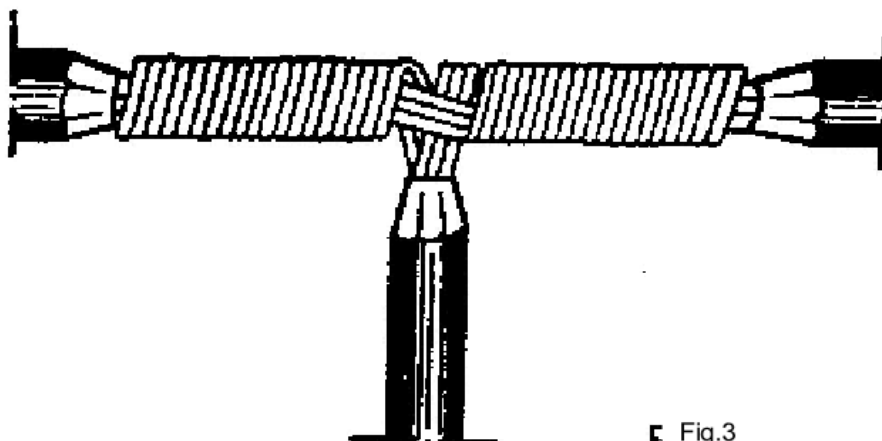

Fig.3
- Aperte a derivação, com um alicate (Fig.3).